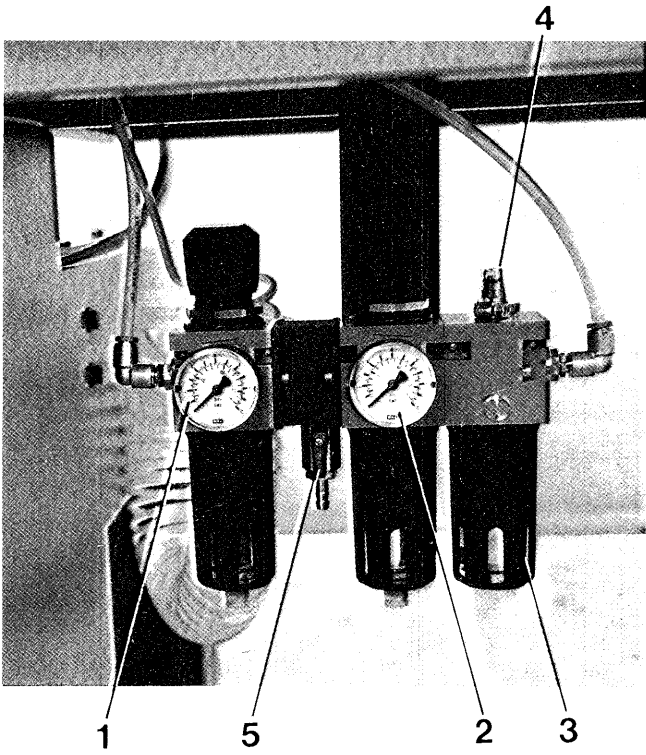

Fig.12
- 9) Raccorder la ligne de l'air comprimé au groupe régulateur (fig. 12). Le manomètre 1 devra indiquer une pression d'environ 4 atm. (air non lubrifié pour l'alimentation des jets d'entraînement, de l'empileur, des dispositifs de coupe).
Le graisseur 3 (fig. 12) devra être rempli avec de l'huile Rim 32M (la même utilisée pour la lubrification des têtes de couture). Un bon réglage de la lubrification de l'air est obtenu quand, après avoir mis en service l'Unité, une goutte d'huile descend, visible à travers la petite coupole, chaque 30-40 cycles de travail; ce réglage est effectué au moyen de la vis 4 (fig. 12).
Sur le groupe filtre il y a en outre le clapet à bille 5 (fig. 12) qui sert d'interrupteur général pour l'air comprimé.